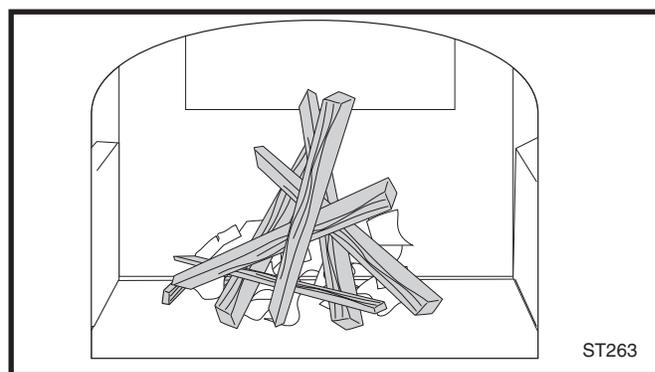

Fig. 39 Commencez le feu avec des journaux et des briquettes.
2. Placez plusieurs morceaux de journaux froissés dans le poêle. N'utilisez PAS de papier ciré ou de papier de couleur qui causeraient l'empoisonnement du catalyseur. Placez sur le papier six ou huit morceaux de briquettes sèches d'embranchement de la largeur d'un doigt et deux ou trois morceaux de bois sec d'environ 25 à 50mm (1 ou 2po) de diamètre. (Fig. 39)